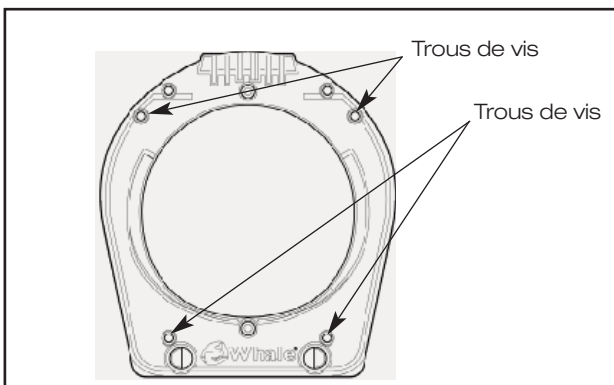

Fig.5 Vue des positions de montage sans la poignée
4. Ouvrir la poignée et marquer sur la cloison la position des 3 trous de vis de fixation (voir fig. 5). **Note** – La pompe doit être installée à l'aide de 4 vis